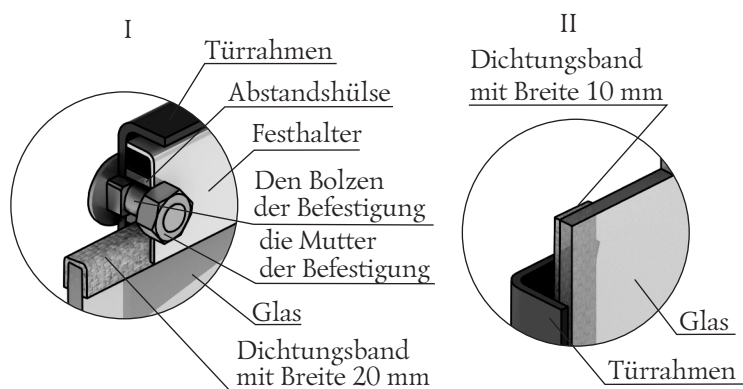

Bild 9. Befestigung des lichtdurchlässigen Schirms der Modelltür «Vitra»
1. 2 Muttern lösen, die den Festhalter fixieren (Bild 9.I), und ihn und Abstandshülse demontieren.
3. Nehmen Sie ein neues Glas, wenn es keine Dichtungsbänder hat, ist zu kleben: Band mit Breite 20 mm wird über und unter das Glas «Π»-förmig (Bild 9.I), Band mit Breite 10 mm wird senkrecht, Glasseitenwände entlang (Bild 9.II) geklebt.
4. Das Glas in die Stütze einstellen, dabei soll von den Seiten geklebte Band (senkrechte) zwischen dem Glas und den Türrahmen geklemmt sein (Bild 9.II).
ACHTUNG! Muttern, die den Festhalter befestigen, werden an die Befestigungsschrauben durch Abstandshülse angezogen (Bild 9.I).